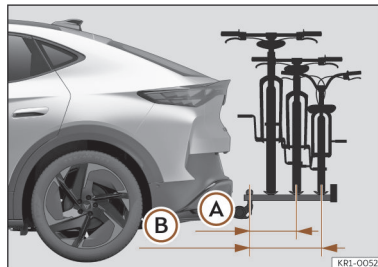

Fig. 178 Representação esquemática da saliência máxima da carga num porta-bicicletas para duas ou três bicicletas.
A saliência máxima não deverá exceder, no caso dos porta-bicicletas de duas bicicletas, os 500 mm desde o centro da cabeça esférica até ao centro da faixa do último suporte >>> **Fig. 178 (A)**. No caso dos porta-bicicletas de três bicicletas, não se deverão exceder os 700 mm >>> **Fig. 178 (B)**.